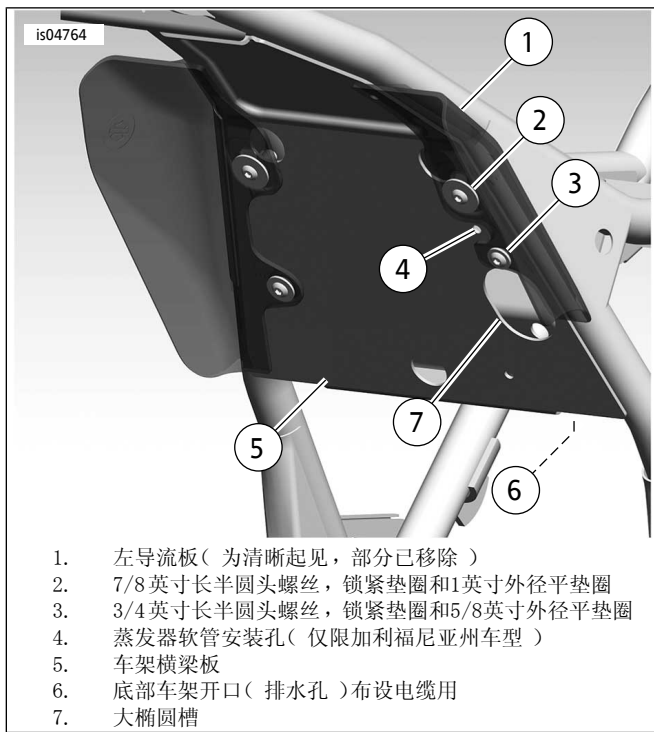

图5。2008年款车型：紧固件位置-后汽缸车架后向视图（为清晰起见，发动机已移除）
6. 参见图5。拆下左空气导流板（1）和硬件（2和3）。
11. 参见图5。将空气导流板和调节手柄托架放置到位，同时将靠背电缆穿过车架横梁板（5）中的大椭圆形槽（8），并向下穿过位于车架横梁板后部隔舱中的底部车架开口（6）。